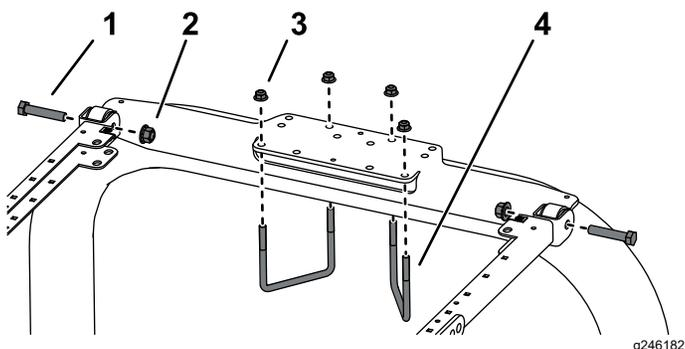

Figure 3
1. Placez le support du système ROPS au sommet de l'arceau de sécurité du groupe de déplacement (Figure 3).
2. Montez le cadre sur le support du système ROPS (Figure 3).
3. Utilisez les trous indiqués à la Figure 3 pour fixer le support du système ROPS au sommet de l'arceau de sécurité à l'aide de 2 étriers filetés (4 1/2" x 4") et de 4 écrous à embase.